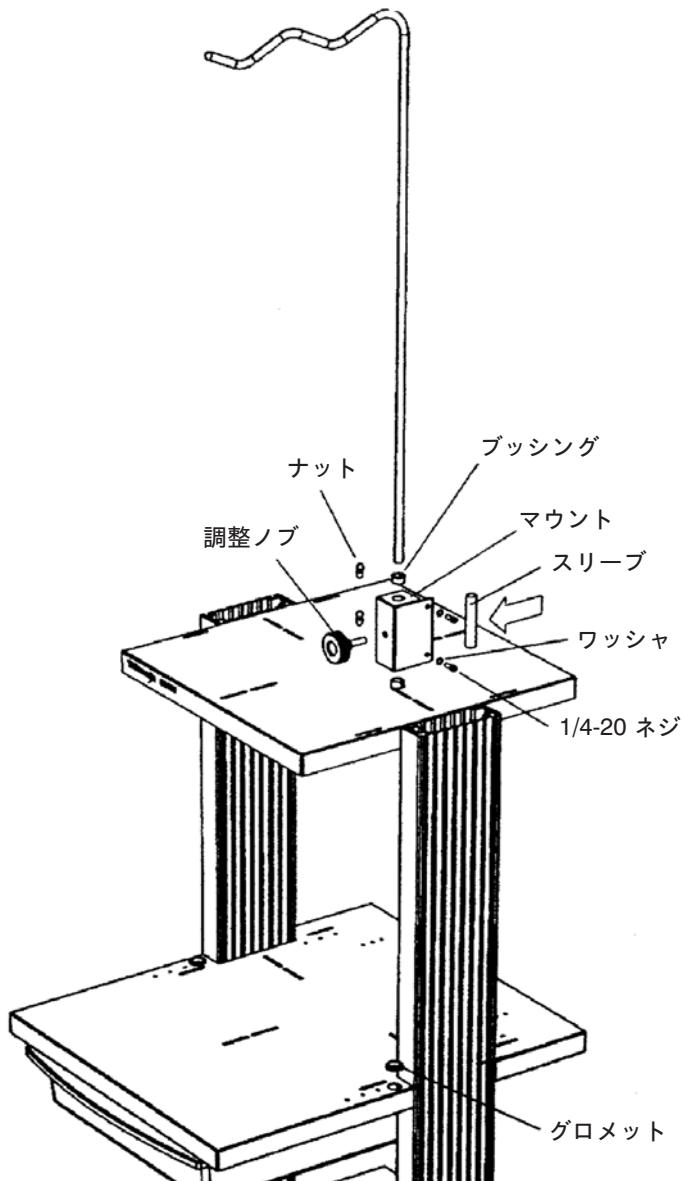

図3：スカイフック (ケーブル・サポート) の取り付け (K4000型台車)
2. 図3に示すように、ナット、ロックワッシャ、およびキャップ・ヘッド型ネジをマウントに取り付けます。ネジは固く締めずにゆるめにしておきます。ナットを1回転以上締めないでください。
3. 図3に示すように、最初にブッシングをマウントのトップとボトムの穴に押し込みます。次に、スリープをマウントの中に入れ、マウントの上下の隙間で位置調整をします。スカイフックをマウントの上からスライドさせ、スリープの中を通します。ここで調整ノブを取り付け、軽く締めてスカイフックが動かないようにします。